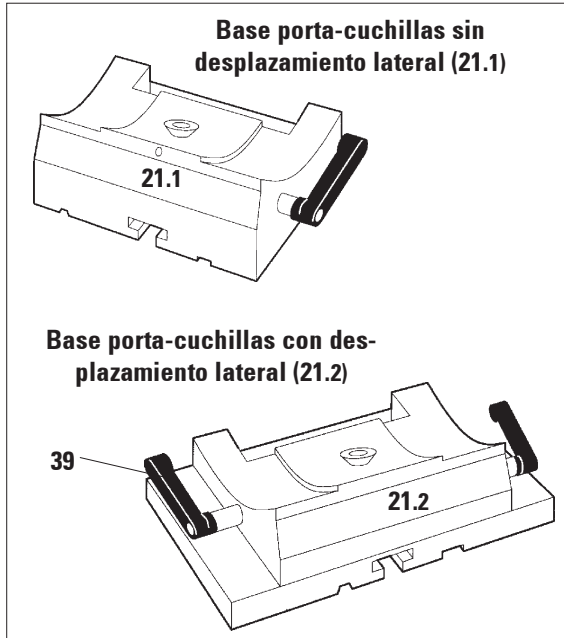

Fig. 25
- Aflojar la palanca (39, Fig. 25) situada a la izquierda de la base porta-cuchillas girándola hacia adelante.
- Sujetar la palanca (39) girándola hacia atrás.